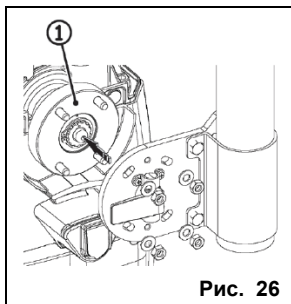

Рис. 26
- Установить крепежную планку стрелы на диск привода (рис. 26, поз. 1). На рисунке дано изображение при закрывании стрелы влево.